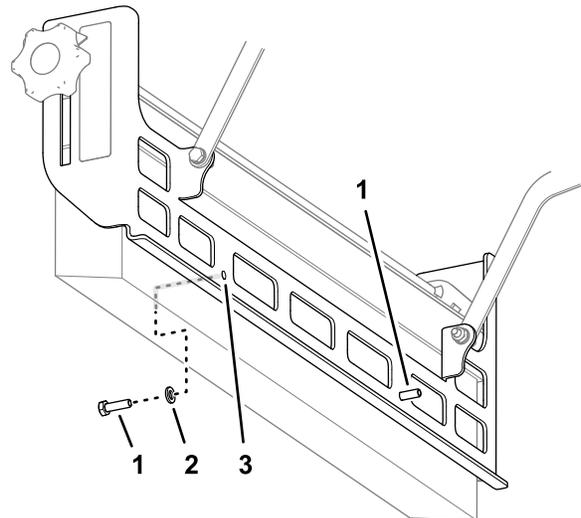

**Bild 9**
4. Senken Sie die Maschine vorsichtig ab (Bild 9).